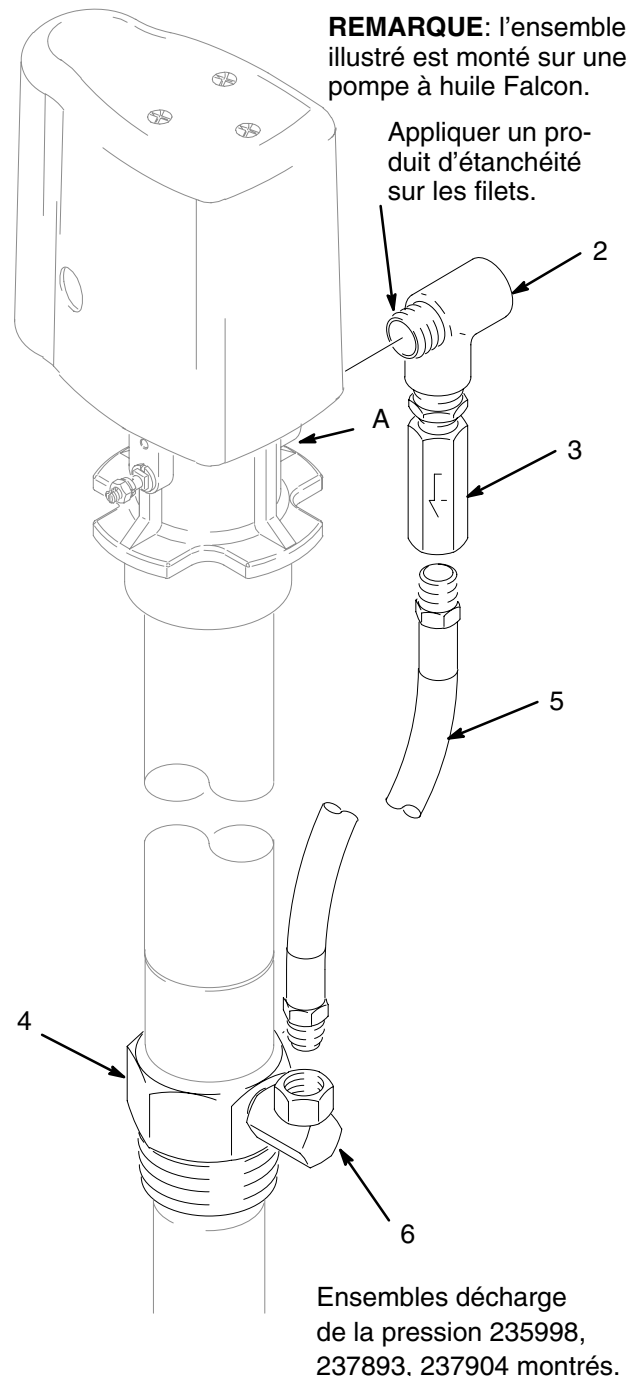

Figure 3
**REMARQUE:** pour les ensembles 235998, 237601, 237893, 237904 et 240429, suivre les étapes 1–8 et 10 ci-dessous. Pour les ensembles 248296 et 248324, suivre les étapes 1–3, 7, 9 et 10 uniquement. Voir Figure 3.